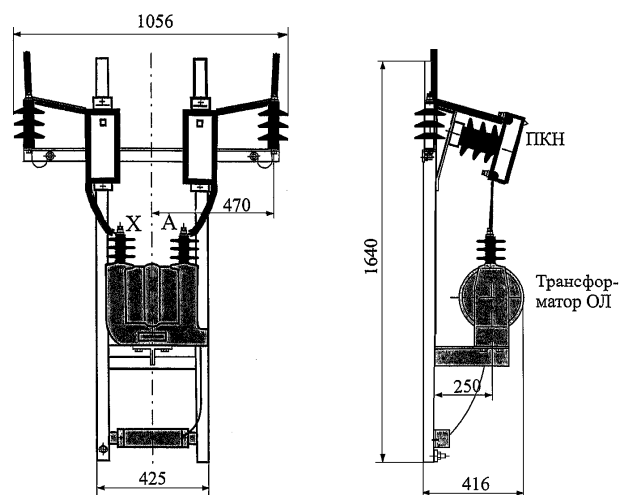
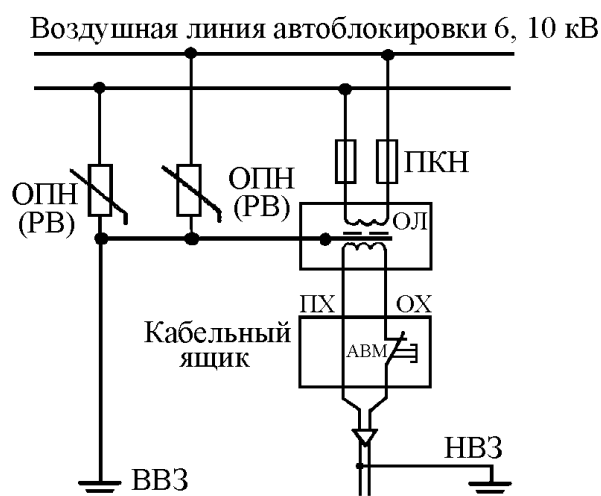
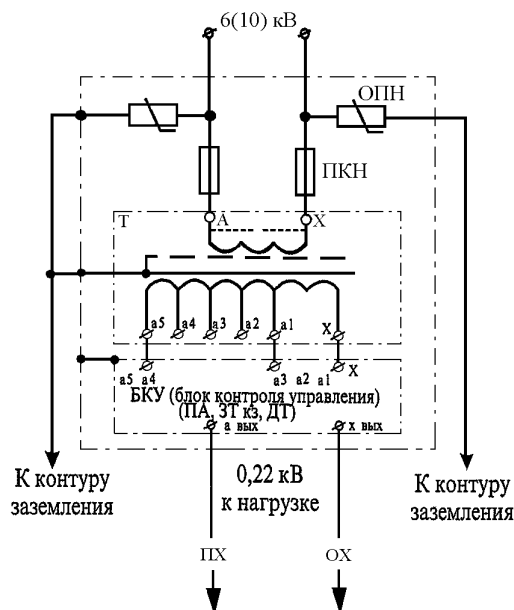

Рисунок 1 – Верхняя часть мачтовой опоры с КТПОЛ-1,25/6-10 кВ
Рисунок 2 – Схема защиты линейного трансформатора ОЛ от перенапряжений
Рисунок 3 – Схема электрическая принципиальная КТПОЛ-1,25/6-10 кВ
4. Проверка разрядников РВ (ОПН) (рис. 1)	<p>Проверить состояние фарфорового чехла, цементных швов, надежность пайки отверстия для проверки герметичности. Не допускается разгерметизация разрядника, трещины фарфорового чехла, цементных швов и других повреждений. При проверке разрядник (ОПН) должен быть испытан. Дефектный или не испытанный разрядник заменяют на годный, испытанный. Проверить подключение шлейфов к разрядникам (ОПН) и спусков к высоковольтному контуру заземления. Он должен быть выполнен из трёх прутков диаметром не менее 5 мм каждый</p>
5. Проверка трансформатора ОЛ, БКУ (рис. 1 и 2)	<p>Произвести очистку трансформатора и блока контроля и управления (БКУ) от пыли и грязи, У блока БКУ тщательно протереть выходные отверстия «светодиодов». Внешним осмотром проверить механические крепления подстанции и элементов, а также электрических соединений. На литой поверхности трансформатора не должно быть трещин и сколов изоляции.</p> <p>Дефектный трансформатор заменяют на проверенный, годный, испытанный при наличии видимого скола, трещины в корпусе или разрушение корпуса трансформатора.</p> <p>Проверить состояние изоляторов, подключение шлейфов. Выявленные отступления устранить.</p> <p>Проверить состояние и правильность подключения трансформатора к проводам спуска заземления (рис. 2 и 3).</p> <p>Для регулировки уровня напряжения на вторичной обмотке переключают вывод (рис. 3)</p>